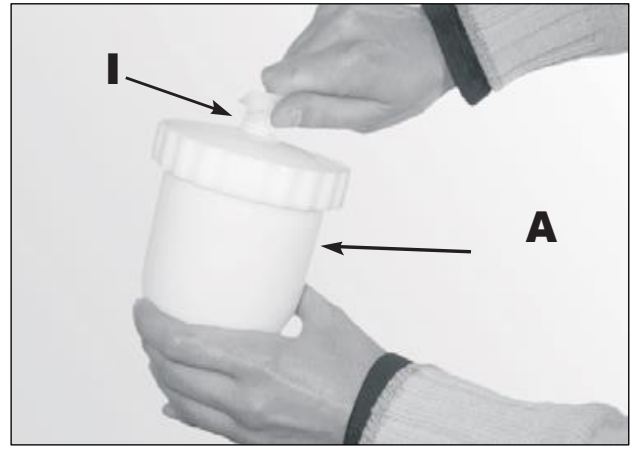

Рис. 8.
10. Перед началом окраски не забудьте снять с аэрационного отверстия **И** стакана **А** заглушку (рис. 8).